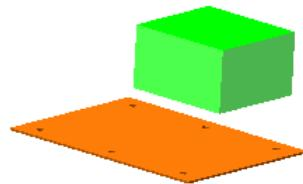

图 17.2.16 创建电源零件模型
(1) 选择命令，选择下拉菜单 插入(I) \rightarrow 零部件(O) \rightarrow 现有零件/装配体(E)... 命令（或在“装配体”工具栏中单击 Part/Assembly 按钮），系统弹出“插入零部件”对话框。
(2) 单击“插入零部件”对话框中的 浏览(B)... 按钮，在系统弹出的“打开”对话框中选取 power_supply，单击 打开(O) 按钮。
(3) 将零件放置到图 17.2.16 所示的位置。